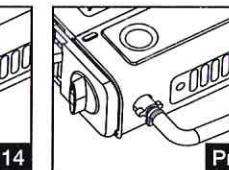

Рис. 15
- Подсоедините к переходнику шланг от бытового газового баллона, с использованием обтягивающего хомута (Рис. 15).